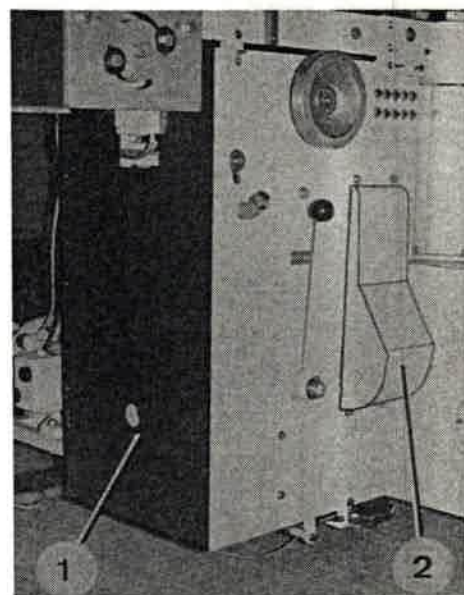

Bild 110
1. Verkleidungsbleche (Bild 110/1 + 2) abbauen.